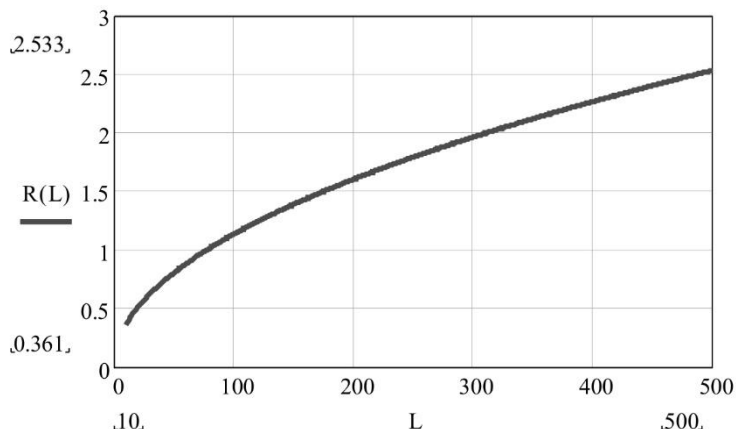

Рис. 4.3
4.4 Максимальная ширина ЧЗ на открытом участке зависит от расстояния между БПРД и БПРМ, определяется как $2 \times R(L)$ по ориентировочному графику (см. рис. 4.3) при L равном расстоянию между БПРД и БПРМ. Ширина ЧЗ на конкретном отрезке определяется по тому же графику, но при L равном удвоенному расстоянию до ближайшего блока.
Примечания: 1) ширина ЧЗ увеличивается к середине и уменьшается при приближении к блокам; 2) ширина ЗО зависит от ориентации БПРД и БПРМ, расстояния до отражающих предметов (заграждений, стен зданий и т. п.) и установленных порогов и может быть как меньше, так и больше приведенной на рис. 4.3.;